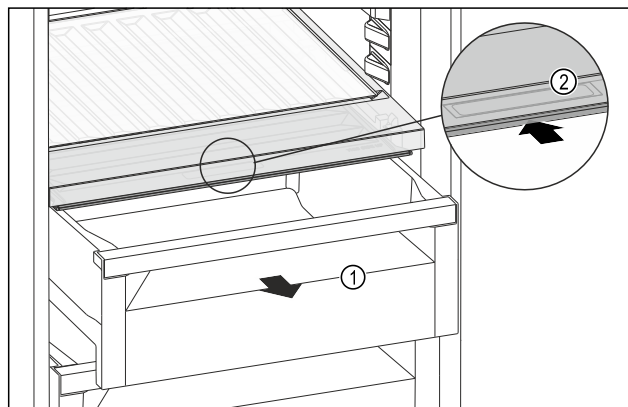

Fig. 110
- ▶ Извлеките выдвижной ящик Fig. 110 (1).
- ▶ Возьмитесь за утопленную ручку Fig. 110 (2) на крышке отделения и одновременно введите крышку отделения назад.